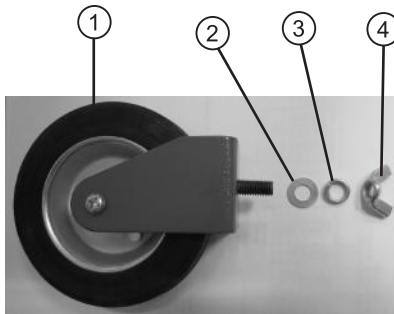

Рис. 3
4. Прикрутите к одной стойке колеса (1), используя шайбу (2) гровер-шайбу (3) и гайку-барашек (4) (рис. 3);